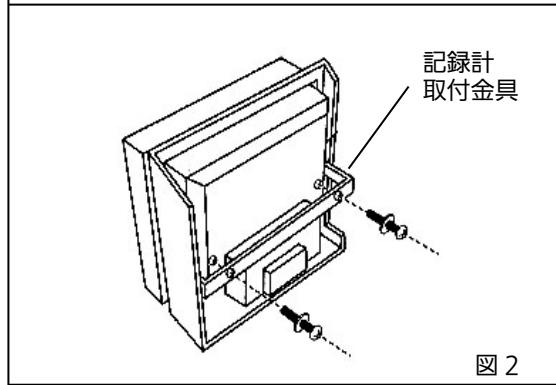

図 2
2. 記録計取付金具(MPR-S7)に同梱されている取付手順により、自記温度記録計（MTR-G3504A）を記録計取付金具に取り付けてください [図 2]。